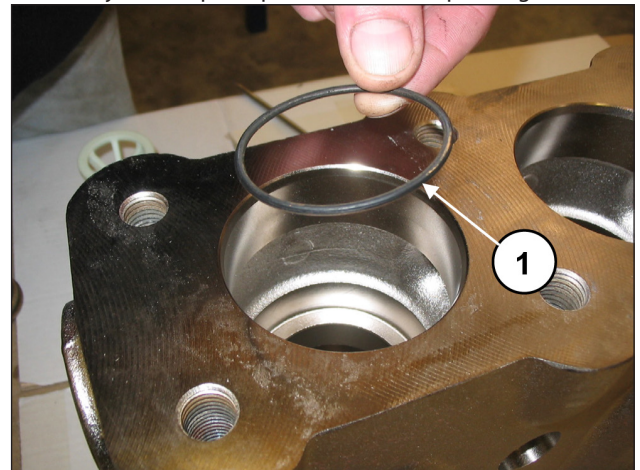

Fig. 120
Insérer le joint torique, rep. vue éclatée 5 (rep. ①, Fig. 120).